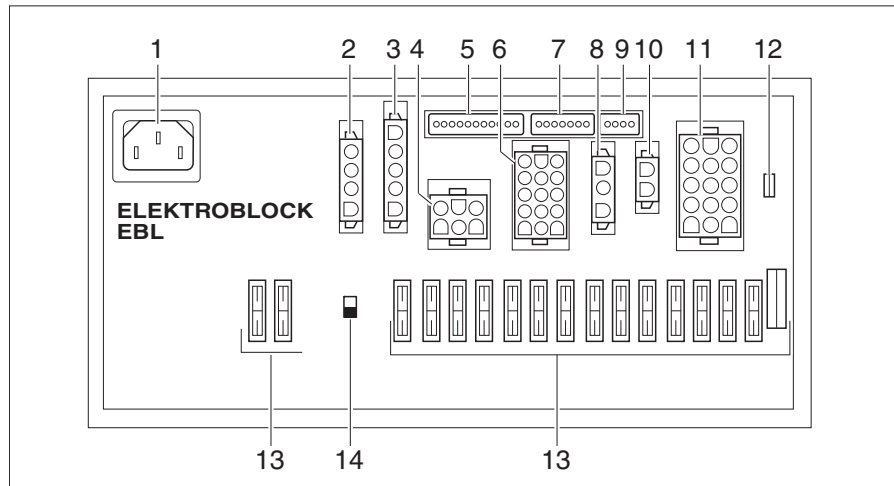

Bild 264 El-block (EBL 102)
Beroende på modell är el-blocket (Bild 264) monterat i stolkonsolen under förarstolen eller i området vid garaget resp. barsittgruppen (Globeline).
- ▷ Batteribrytaren (Bild 264,14) skiljer alla förbrukare som är anslutna på el-blocket från 12 V-nätet.